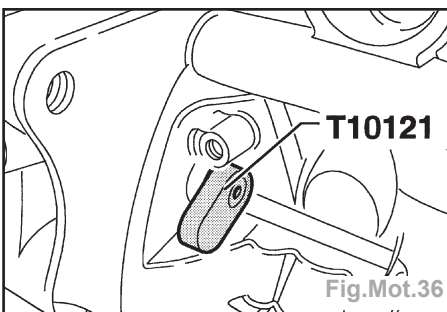

Fig.Mot.36
- Mettre le mandrin **T10121** dans l'alésage et l'emmancher légèrement (Fig.Mot.36).